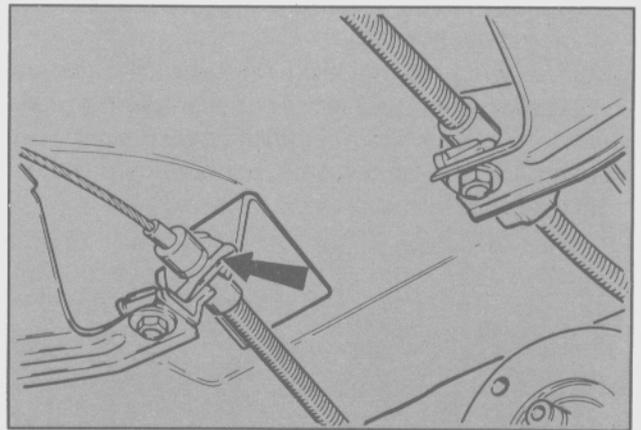

Fig. 13. Fijación del cable de freno de estacionamiento al soporte
- Instalar el cable del freno de estacionamiento en los soportes (Fig. 13).